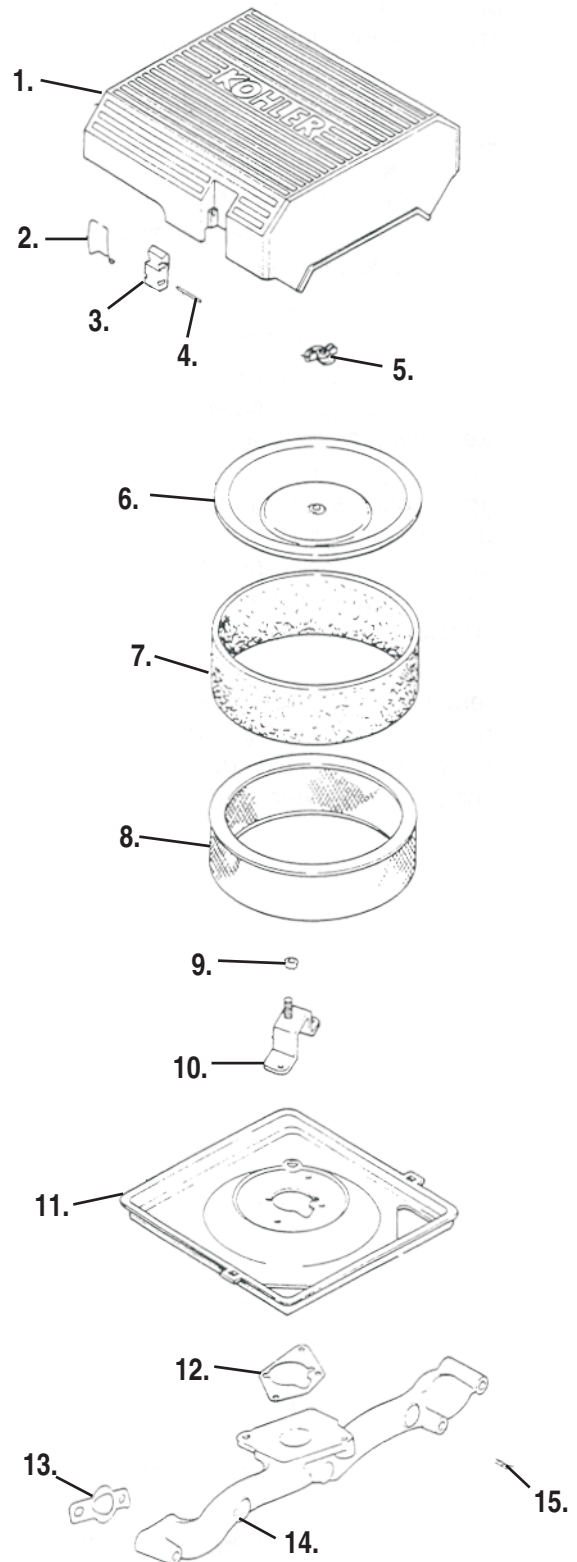

Figure 13. Composants de l'épurateur d'air
Pour entretenir le pré-dépoussiéreur, suivre les étapes suivantes; consulter la figure 13 :
1. Libérer les languettes situées de chaque côté du couvercle d'épurateur d'air (figure 13), et enlever le couvercle.
## Composants de l'épurateur d'air – voir la figure 13.
Se reporter aux étapes suivantes et à la figure 13 :